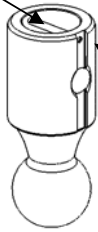

FIGURE 5
12. Avec la boule en position de rangement (voir la figure 5), vérifier le dégagement entre la boule et l'équipement du camion (p.ex. conduites de frein, câblage électrique, etc.) en mesurant les deux distances suivantes : de l'essieu jusqu'à la butée de pare-chocs en caoutchouc, et de la boule jusqu'à la pièce d'équipement la plus proche. Si le dégagement est insuffisant, informer le client de ne pas ranger la boule dans la tête lors du transport de charges importantes. La distance entre l'essieu et la butée de pare-chocs en caoutchouc doit être inférieure à la distance entre la boule et la pièce d'équipement la plus proche.